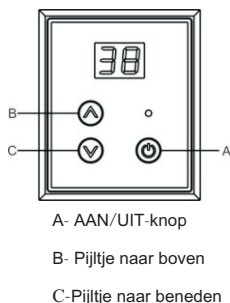

Fig.7
- Druk op de AAN/UIT-knop. De gasgestookte geiser gaat nu naar de standby-stand. Druk op de UP of DOWN-knop om de temperatuur van de waterafvoer in te stellen (Fig 7). Druk één keer 'Pijltje naar boven' of 'Pijltje naar beneden'. De ingestelde temperatuur stijgt of daalt nu met 1°C. Wanneer 'Pijltje naar boven' of 'Pijltje 0,3 seconden' lang wordt ingedrukt, stijgt of daalt de ingestelde temperatuur met 1°C. Het instelbereik van de temperatuur is 35-60°C